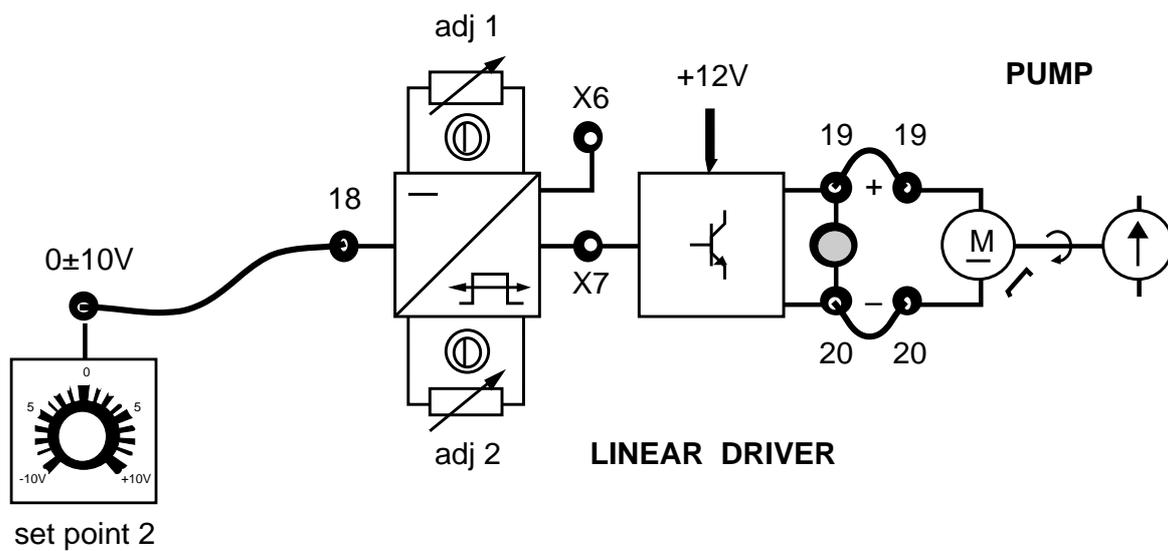

Fig. 7.2
- 11) Conectar el casquillo del SET POINT 2 al casquillo 18 del LINEAR DRIVER (ficha 7.1 fig. 7.2).